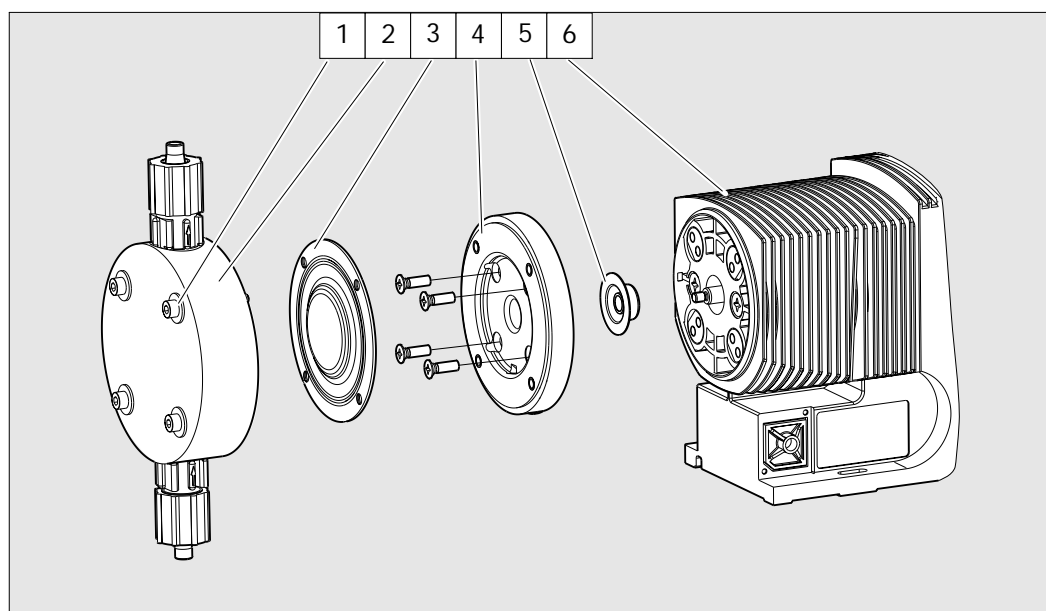

Fig. 30
- ▶ Enlevez la tête doseuse (2) avec les vis (1) de la pompe (comp. fig. 30).